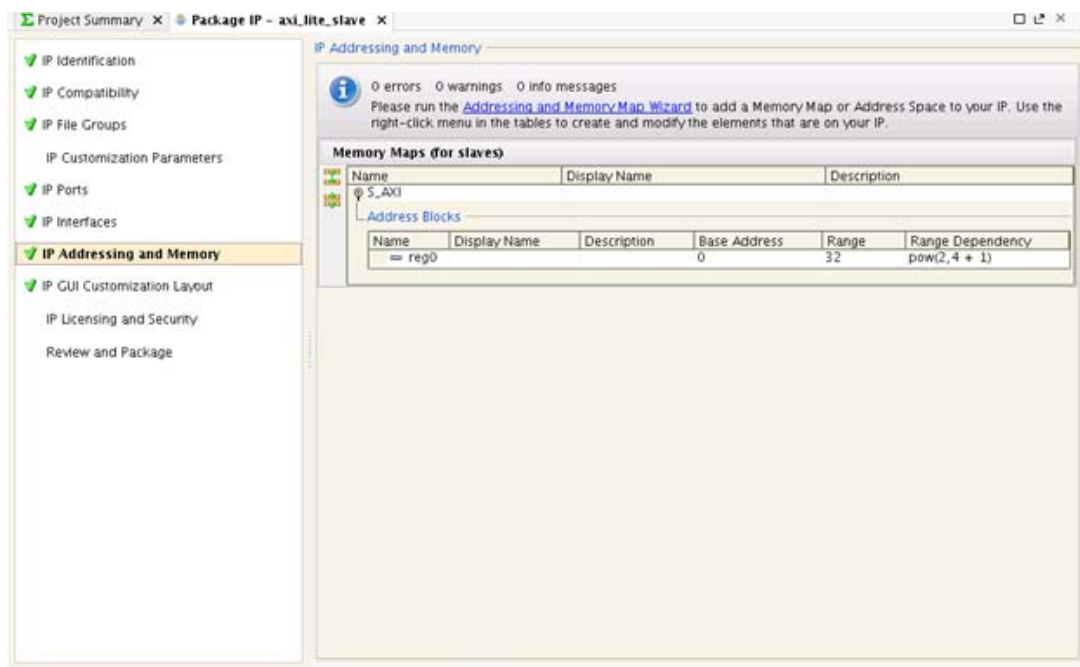

図 16 : AXI4-Lite スレーブの [IP Addressing and Memory] ページ
1. [IP Addressing and Memory] をクリックします。[Range] フィールドの 32 は、IP 内のアドレス指定可能なバイト数です (図 16)。これはペリフェラルが割り当てられる最小アドレス空間です。